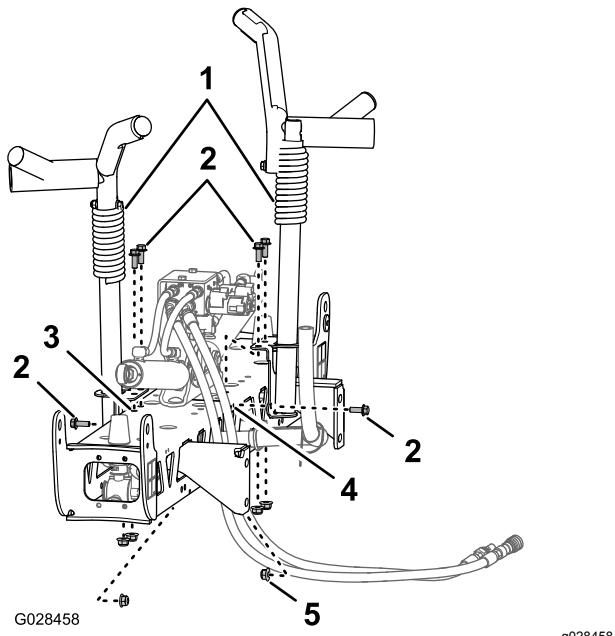
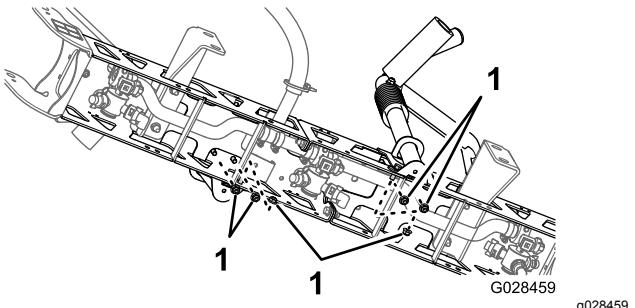

Figura 27
Figura 28
- Allineate le barre per il trasferimento alla sezione della barra centrale (Figura 27).
- Montate le barre per il trasferimento alla sezione della barra (Figura 27 e Figura 28) con 6 bulloni ($\frac{3}{8}$ " x 1") e 6 dadi di bloccaggio flangiati ($\frac{3}{8}$ ").